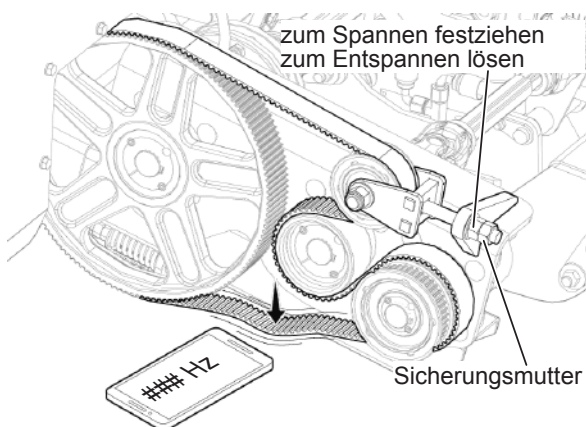

Abb. 132: Antriebsriemen der Einzugsschnecke spannen
5. Die Riemenführung um die Riemenscheiben notieren. Den alten Riemen abnehmen und den neuen Riemen auflegen. Informationen zur Riemenführung siehe Abb. 132 auf Seite 92.